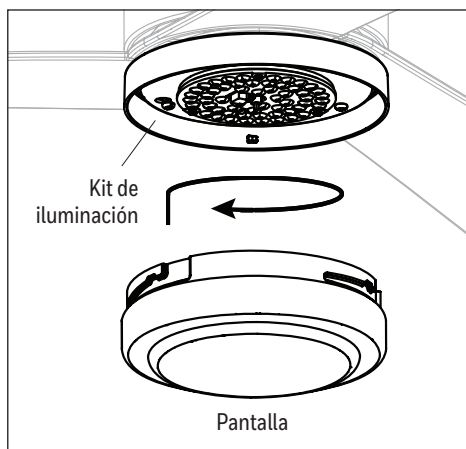

Figura 5.6
6. Levante el pantalla en el kit de iluminación y gire la pantalla en dirección de las manecillas del reloj hasta que esté asegurada. **PRECAUCIÓN:** evite enroscar el ensamble durante la instalación. Una instalación incorrecta podría hacer que el ensamble del iluminación sea difícil de retirar o hacer que se caiga, lo que podría causar lesiones graves (Figura 5.6).